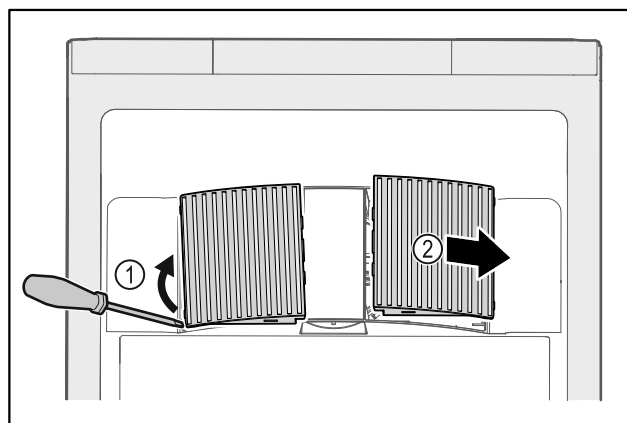

Fig. 141
- ▶ Z boku opatrně vytáhněte ventilátorové kryty Fig. 141 (1) a sejměte je směrem dopředu Fig. 141 (2).